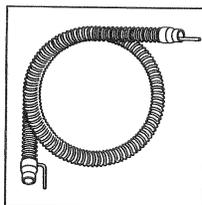

Abbildung 1
1. Rollen Sie den Schlauch auf, um den dünnen Druckmeßschlauch, welcher innerhalb des Patientenschlauchs verläuft, erreichen zu können. (siehe Abbildung 1)